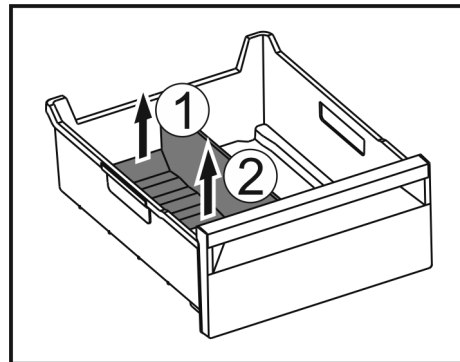

Fig. 54
- Sollevare la parte posteriore del divisore dello scomparto del ghiaccio. Fig. 54 (1)
- Rimuovere il divisore dello scomparto del ghiaccio verso l'alto. Fig. 54 (2)